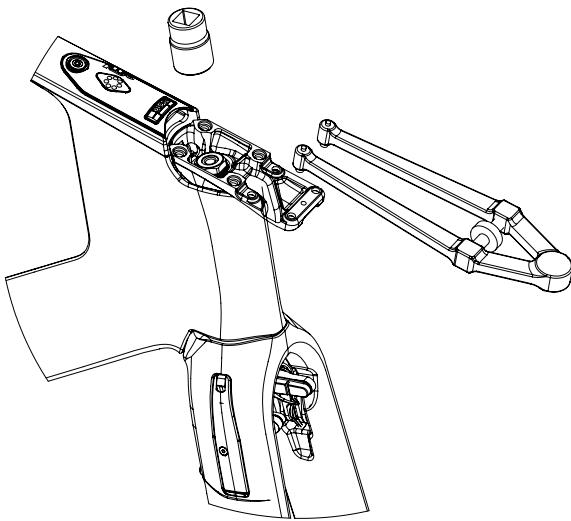

Abb. 11
- 1- Gabel festhalten, damit sie nicht herunterfällt, und die Mutter ⑥, mit der der Vorbau befestigt wird, mit einer 18 mm-Sechskantstecknuss lösen. Mutter beiseite legen.
- 2- Bei der ersten Montage roten Kunststoffring ⑤ entfernen
- 3- Unteren Teil des Vorbau ① auf die Gabel schieben und darauf achten, dass der Steuersatz korrekt eingesetzt wird. Die hintere Bremsaußenhülle muss dabei durch das längliche Loch des Vorbau geführt werden.
- 4- Drei Tropfen normales Schraubensicherungsmittel (Loctite Blue 243 oder vergleichbar) auf das Gewinde der Mutter geben ⑥.
- 5- Mutter ⑥ wieder anbringen und mit 55 Nm festziehen. Dabei muss die Gabel blockiert werden: Dazu einen Hakenschlüssel (Abb. 11) in die Bohrungen des Vorbau stecken, die für die Befestigung des Lenkerbügels bestimmt sind. Während des Festziehens werden Vorbau und Gabel durch das Keilsystem automatisch ausgerichtet.
6- Stecken Sie dann die Gabel hinein, bringen Sie den Vorbau wieder an und ziehen Sie die Mutter (1) leicht an. Ziehen Sie sie mit 55 Nm fest. Halten Sie dabei den Vorbau an den Lenkerbefestigungslöchern mit einem Hakenschlüssel fest (siehe „Aeroflat Stem“) (Abb. 11).